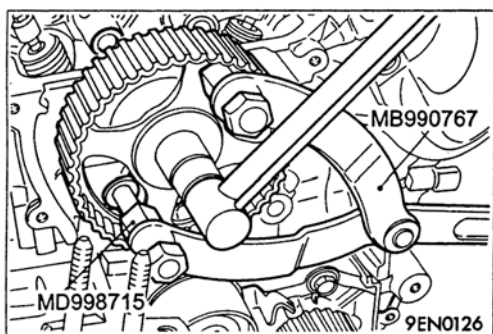

图 3-8
(1) 凸轮轴链轮螺栓的安装
- a. 使用图 3-8 所示的专用工具将凸轮轴链轮锁定在相应的位置。